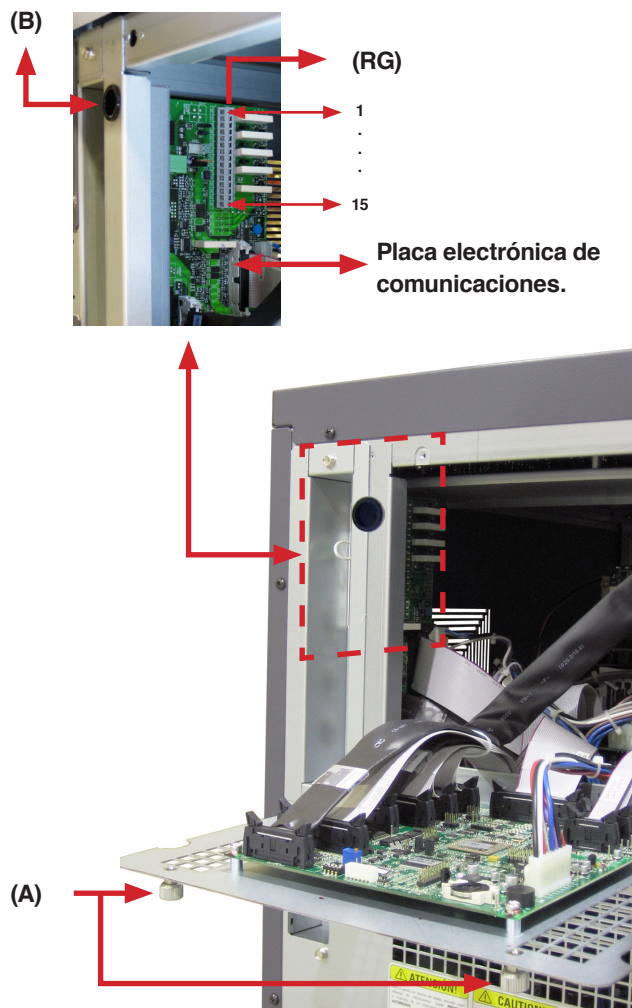

Fig. 2. Ubicación placa electrónica de comunicaciones.
- Tirar de ellos para abrir la tapa de protección abatible, del control electrónico y dejarla caer hasta su tope (ver Fig. 2).
- La placa de comunicaciones quedará accesible para realizar las conexiones necesarias a la regleta de bornes del interface a relés (ver Fig 2).